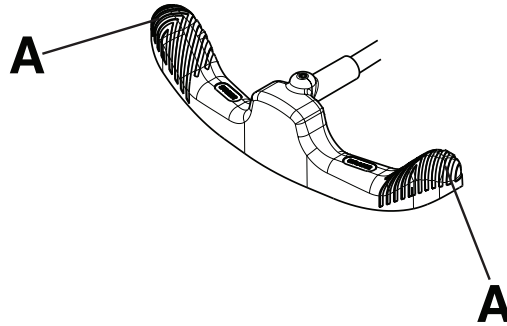

Abbildung 1 – Betrieb des Brems-/Steuerpedals
Hinweis - Nicht auf die Mitte des Brems-/Steuerpedals drücken. Immer auf die Außenseite (A) des Brems-/Steuerpedals (Abbildung 1) drücken.